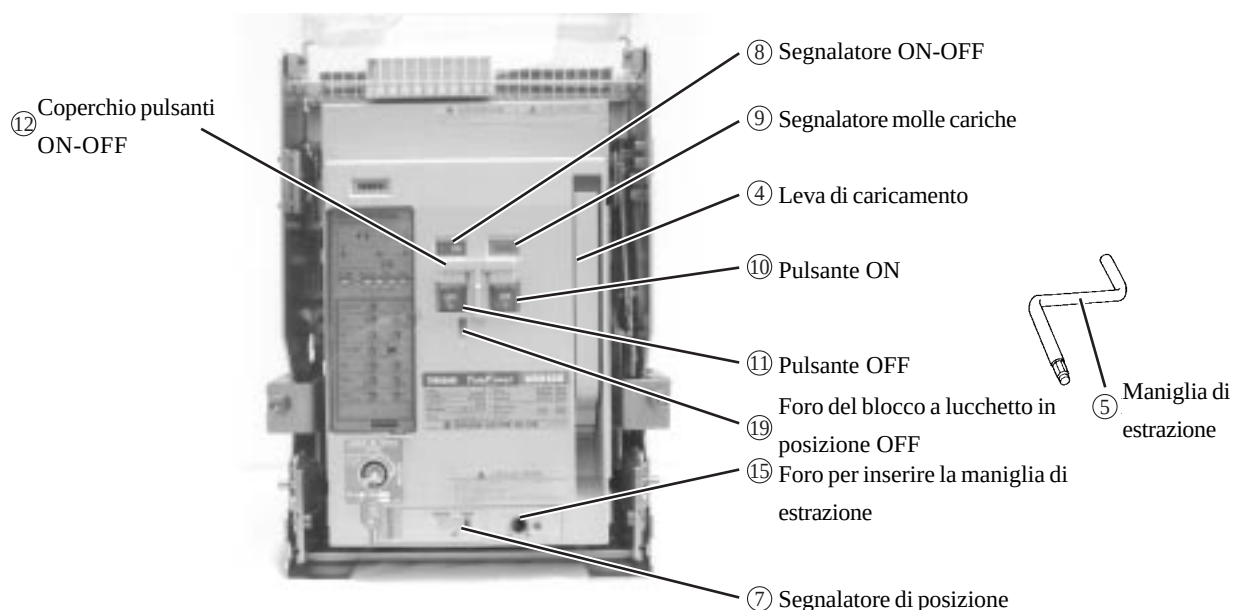

Fig. 7 Controlli manuali
- 2) Quando le molle di chiusura sono completamente cariche, si sentirà un click e la leva molle cariche non potrà essere manovrata ulteriormente. Controllare che il segnalatore carica molle (Fig. 7 ⑨) indichi "CHARGED".
- 2) La maniglia di estrazione (Fig. 7 ⑤) non è inserita nel foro preposto (Fig. 7 ⑮).
- 3) Il lucchetto non è inserito nel foro preposto (Fig. 7 ⑲).
- 5) Il segnalatore di posizione (Fig. 7 ⑦) indica "CONN.", "TEST" o "ISOLATED".
Dopo avere controllato le condizioni sopra indicate, aprire il coperchio dei pulsanti ON-OFF (Fig. 7 ⑫) e premere il pulsante ON (Fig. 7 ⑩).
L'interruttore chiuderà generando un forte rumore. Il segnalatore ON-OFF (Fig. 7 ⑧) indicherà "ON" e il segnalatore carica molla (Fig. 7 ⑨) indicherà "DISCHARGED".
Aprire il coperchio dei pulsanti ON-OFF (Fig. 7 ⑫) e premere il pulsante OFF (Fig. 7 ⑪).
L'interruttore aprirà generando un forte rumore. Il segnalatore ON-OFF (Fig. 7 ⑧) indicherà "OFF".
- 2) Quando le molle di chiusura sono completamente cariche, un contatto fine corsa ferma il motore e il segnalatore carica molla (Fig. 7 ⑨) indica "CHARGED".
- 5) Il segnalatore di posizione (Fig. 7 ⑦) indica "CONN." o "TEST".
In questo modo si ecciterà la bobina di chiusura (LRC), le molle di chiusura cariche si scaricheranno e l'interruttore si chiuderà istantaneamente generando un forte rumore. Non appena il segnalatore ON-OFF indica "ON" e l'indicatore carica molle (Fig. 7 ⑨) indica "DISCHARGED", il motore carica molle si metterà in funzione per ricaricare le molle di chiusura.